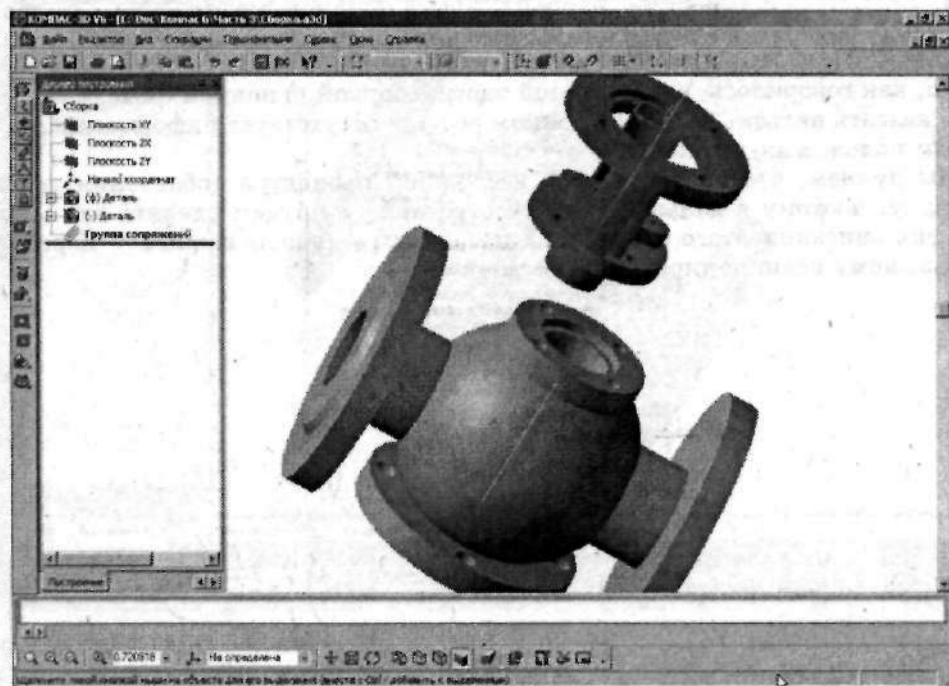

Рис. 3.7. Разместите соответствующие места стыков детали *Корпус* и *Корпус2* примерно напротив
1. Поверните деталь *Корпус2* на 180 градусов и переместите его так, чтобы он располагался примерно над местом стыка детали *Корпус* (рис. 3.7). Для этого нужно использовать инструменты  (Повернуть компонент) и  (Переместить компонент). Эти инструменты действуют также как и аналогичные им  (Повернуть) и  (Сдвинуть) на панели инструментов Вид. Отличием является то, что первая пара производит действия над одним элементом, а вторая — над всеми.